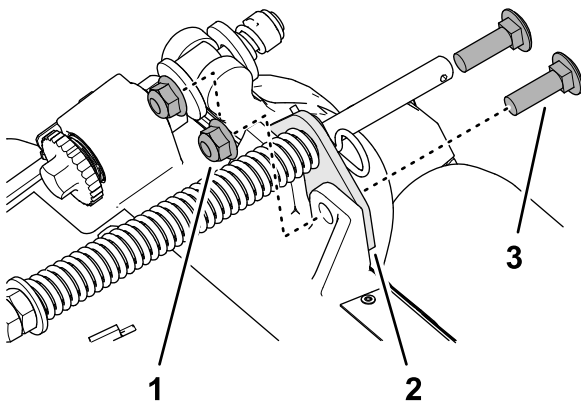

Bild 7
2. Entfernen Sie die beiden Sicherungsbundmutter ($\frac{3}{8}$ ") und die beiden Schlossschrauben ($\frac{3}{8}$ " x $1\frac{1}{4}$ "), mit denen die Halterung des Rasenkompensierung am Rahmen des Mähwerks befestigt ist (**Bild 7**).